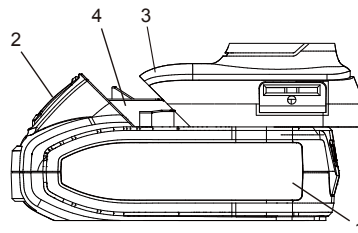

Fig. 3
- Retirez la batterie déchargée (1) de la perceuse en enfonçant le bouton de dégagement (2) de la batterie vers le bas et en faisant glisser la batterie vers l'arrière jusqu'à ce qu'elle soit déchargée de la poignée (3) de la perceuse (Fig. 3).
- Faites glisser la batterie entièrement chargée sur les clés correspondantes (4) dans la poignée de la perceuse, là d'où la batterie déchargée a été retirée.